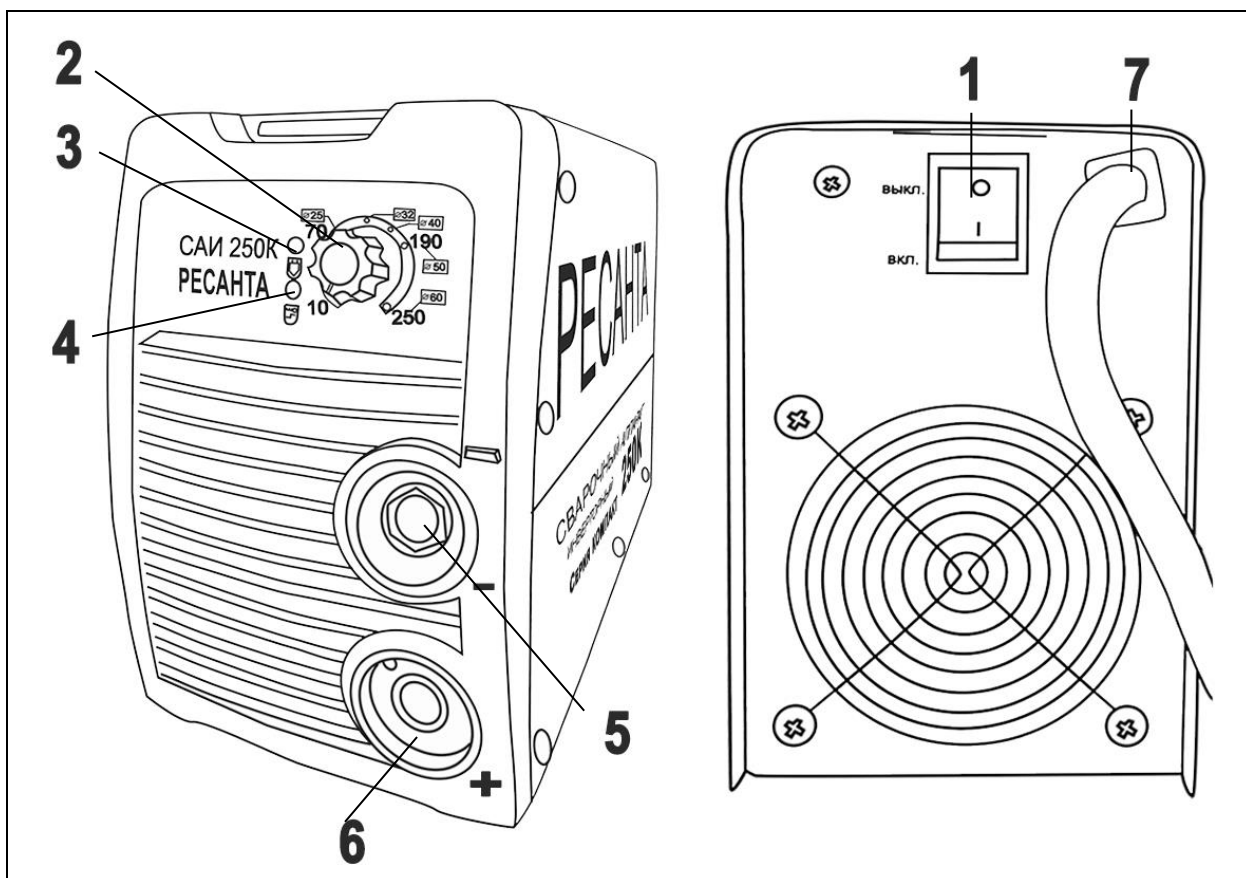

Рис. 1. Общий вид
- Держа сварочную маску перед лицом, «чиркните» электродом по поверхности свариваемой детали (как при зажигании спичкой). Данный метод наиболее продуктивный для зажигания сварочной дуги (Рис 5 (рис.1)).